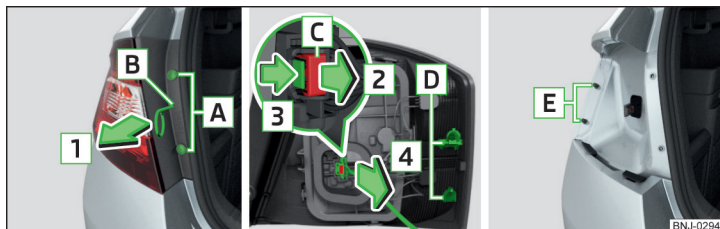

Fig. 306 Desmontar la lámpara / Quitar el conector
- Destornillar los tornillos **A** » fig. 306 con el destornillador del equipo de herramientas a bordo.
- Asegurar el bloqueo en el sentido contrario al de la flecha **2** » fig. 306.